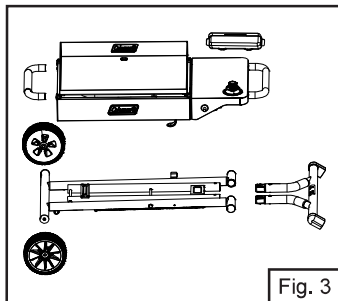

Fig. 3
1. Inspeccione y saque todos los componentes del envase (Fig. 3).